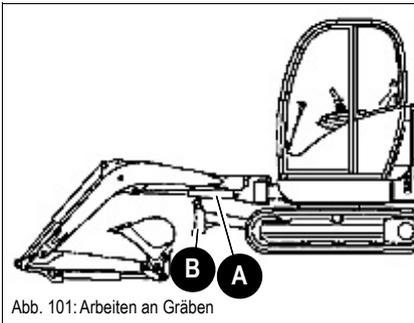

Abb. 101: Arbeiten an Gräben
- ☞ Achten Sie darauf, dass das Planierschild **B** nie die Kolbenstange **A** berührt. Abb. 101